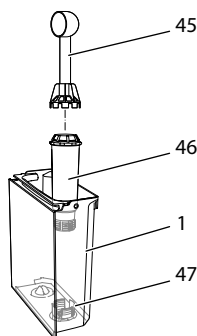

Fig. 25: Enroscar/denroscar el filtro de agua
- Retire el filtro de agua cuando el aparato visualice el requerimiento (véase Fig. 25 *Enroscar/desenroscar el filtro de agua* en la página 97).